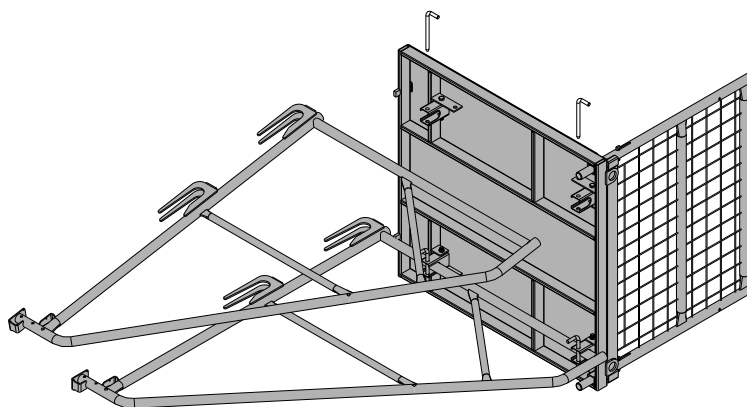

Abb. 29.4
5. Einzelkonsole montieren und mit dem Stecker wieder abstecken. Die zusammengebaute Unibühne LAB 130/140 kann als komplette Versetzeinheit genutzt werden (Abb. 29.4).